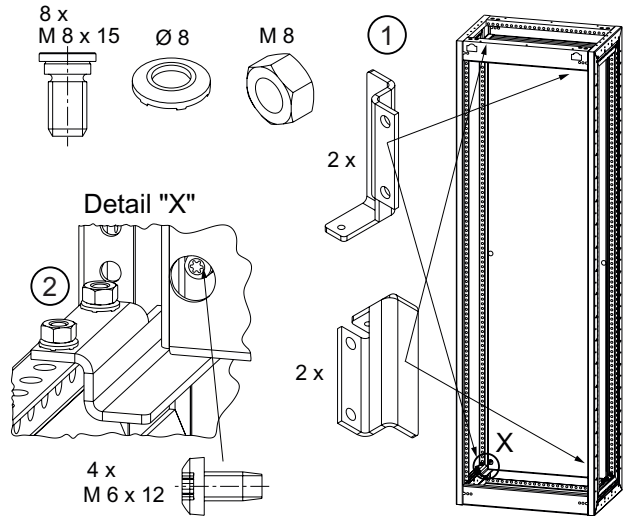

Bild 9
- Die 4 Befestigungswinkel mit Einziehbolzen M 8x15, Kontaktscheiben 8 und Muttern M 8 am Gerüst befestigen, siehe Bild 9.